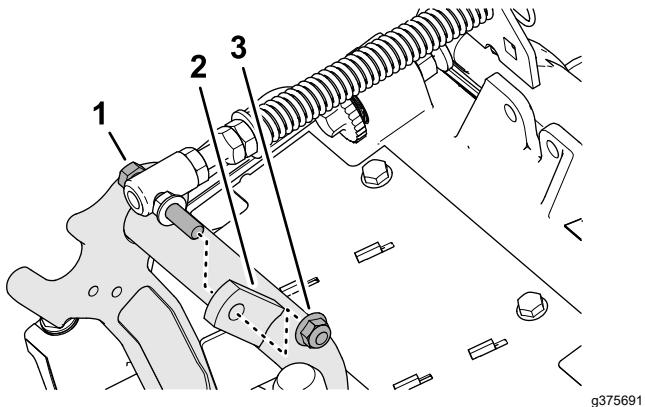

Figure 9
3. Retirez le contre-écrou à embase ($\frac{3}{8}$) qui fixe la vis du ressort de compensation sur la patte droite du bâti porteur, et retirez le ressort de compensation de l'unité de coupe (Figure 9).